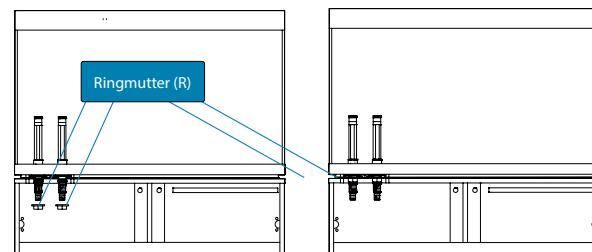
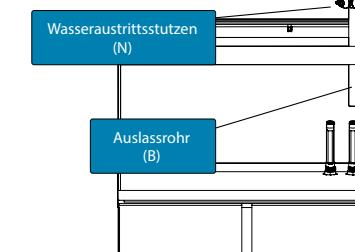

Abb. 3
Abb. 4
- Öffnen Sie den Schrank. Drehen Sie die Ringmutter (R) auf das untere Ende des Verbindungsrohrs (A) und befestigen Sie die Ringmutter (Abb. 3).
- Schieben Sie den Wasseraustrittsstutzen (N) in das eine Ende des Auslassrohres (B).
- Schieben Sie das Auslassrohr (B) auf das Verbindungsrohr (A) (Abb. 4).
- Stellen Sie die Höhe des Wasseraustrittsstutzens Ihren Bedürfnissen gemäß ein, indem Sie das Auslassrohr (B) am Verbindungsrohr (A) entlang schieben.
- Sie können die Wasseraustrittsstutzen (N) ganz leicht drehen, um den Wasserfluss in die gewünschte Richtung zu lenken.
- Öffnen Sie den Schrank. Drehen Sie die Ringmutter (R) auf das untere Ende des zweiten Verbindungsrohrs (A) und befestigen Sie die Ringmutter (Abb. 3).